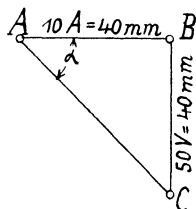

Fig. 152.
$$\begin{aligned} \text{tg } \alpha = 5 \Omega &= \frac{5 \text{ V}}{1 \text{ A}} = \frac{50 \text{ V}}{10 \text{ A}}, \text{ d. i. } \frac{50 \cdot 0,8 \text{ mm}}{10 \cdot 4 \text{ mm}} = \frac{40 \text{ mm}}{40 \text{ mm}} \\ &= \frac{\overline{BC}}{\overline{AB}} \text{ (Fig. 152).} \end{aligned}$$
Wie groß ist der Widerstand w , wenn in der Fig. 152 $1 \text{ A} = 3 \text{ [2] (0,5) mm}$, $1 \text{ V} = 2 \text{ [1,5] (4) mm}$ vorstellt?